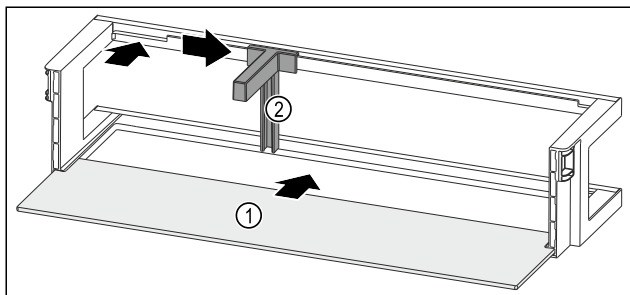

Fig. 243 Balconcino controporta con ripiano
- Inserire il ripiano Fig. 243 (1) negli incavi laterali.
- Inserire il fermabottiglie Fig. 243 (2) nell'incavo.
- Fare scorrere il fermabottiglie Fig. 243 (2) lateralmente alla posizione desiderata.